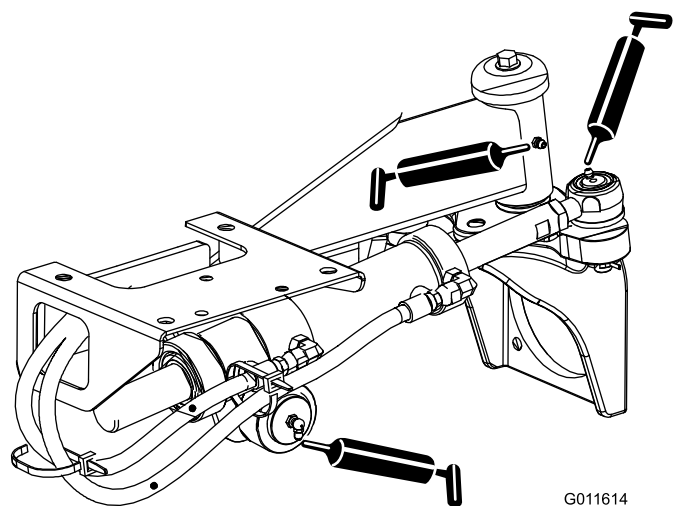

Figura 51
- Giunti sferici (2) del cilindro di sterzo e ponte posteriore (Figura 51)